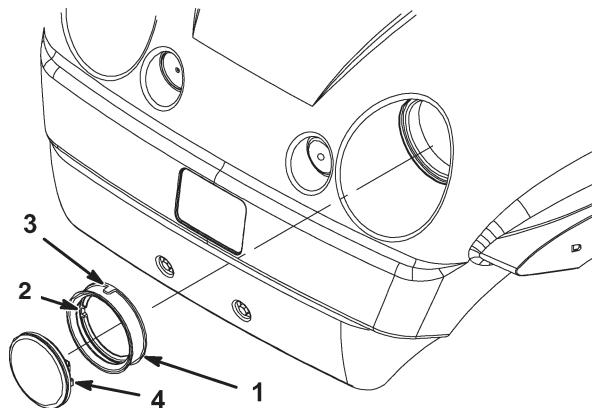

Bild 34
4. Entfernen Sie die Gummidichtung um den Scheinwerfer (Bild 34). Entsorgen Sie den Scheinwerfer.
5. Fluchten Sie die Auskerbung an der Innenseite der Dichtung mit der Auskerbung am neuen Scheinwerfer aus (Bild 34). Schieben Sie die Dichtung so weit auf den Scheinwerfer, dass sie sicher anliegt.